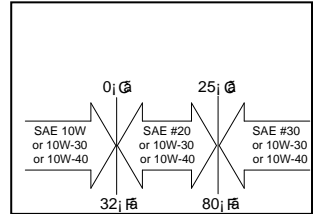

Fig.12
- Aceite de motor recomendado: API Service « SJ » (Fig.12)